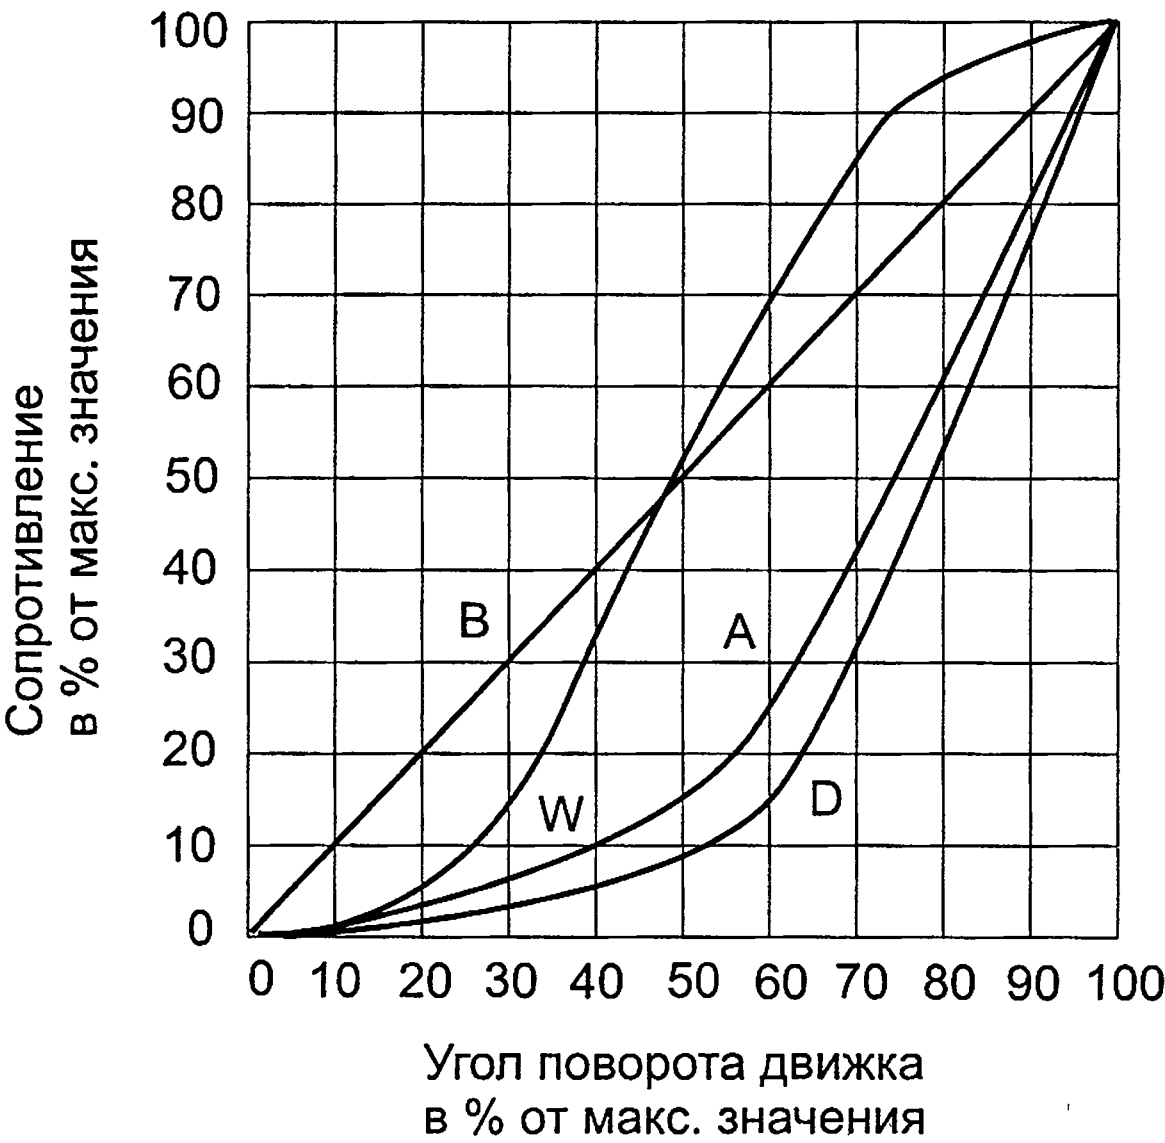

Рис. 1.6. График зависимости сопротивления от угла поворота движка переменного резистора
2. Функциональная характеристика (рис. 1.6) — график зависимости сопротивления от поворота движка.